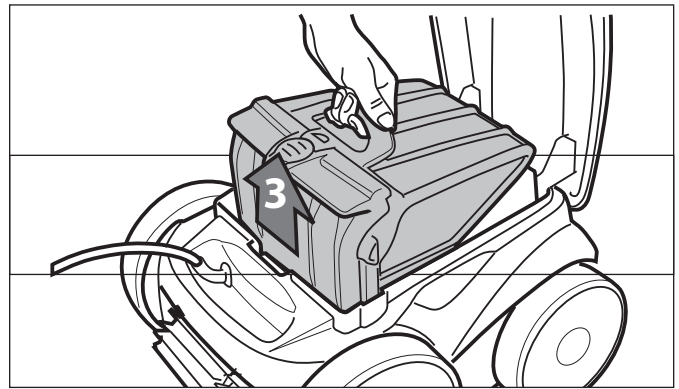

Figure 24. Retirer l'assemblage du filtre
6. Enlever l'ensemble du filtre du corps (3), comme illustré à la Figure 24.